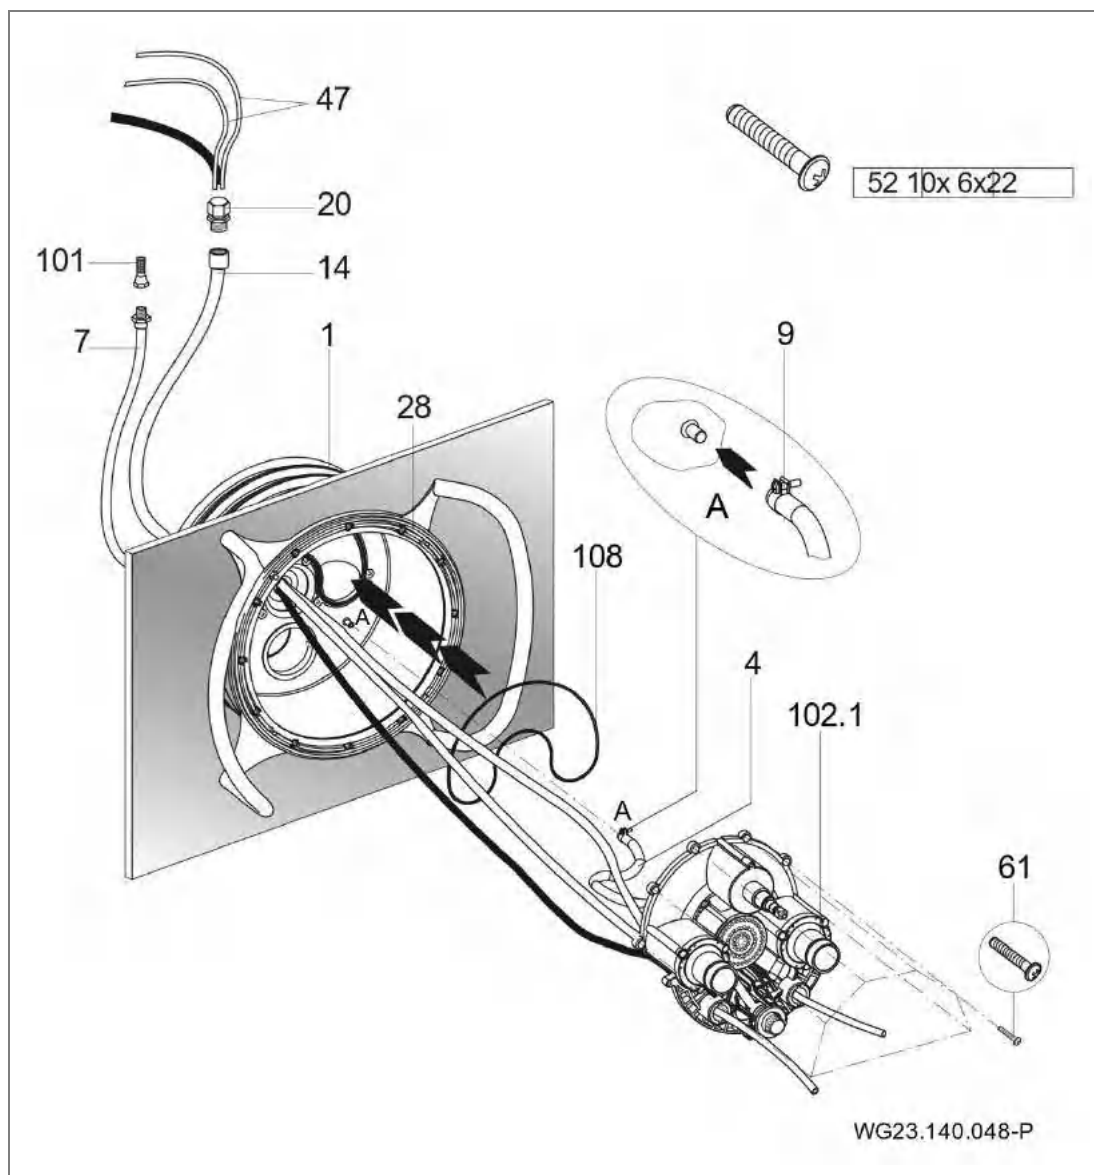

Рис. 17
2. Вставить кольцо круглого сечения (108) во встраиваемый корпус (1). (Рис. 17)
3. Вкрутить десять прилагаемых самонарезающих винтов (61) в корпус сопел. Приставить предварительно смонтированный корпус сопел (102.1) к встраиваемому корпусу (1). (Рис. 17)
4. Пневматические шланги или кабели пьезокнопок провести через нижние или внешние отверстия сопловой коробки (102.1); включение/выключение насоса справа. (Рис. 17)
5. Пневматические шланги (47) или кабели пьезокнопок и кабель прожектора провести через защитный шланг (14) и герметизировать кабельным коннектором (20). (Рис. 17)
6. Внутренний воздухопровод (4), который уже полностью предварительно смонтирован на корпусе сопел (102.1) или ручке регулировки воздуха, с помощью шлангового зажима (9) прикрепить к встраиваемому корпусу (1). (Рис. 17)
7. Выровнять весь корпус сопел (102.1) на встраиваемом корпусе (1) и прикрутить с помощью десяти предварительно смонтированных самонарезающих винтов (61). (Рис. 17)